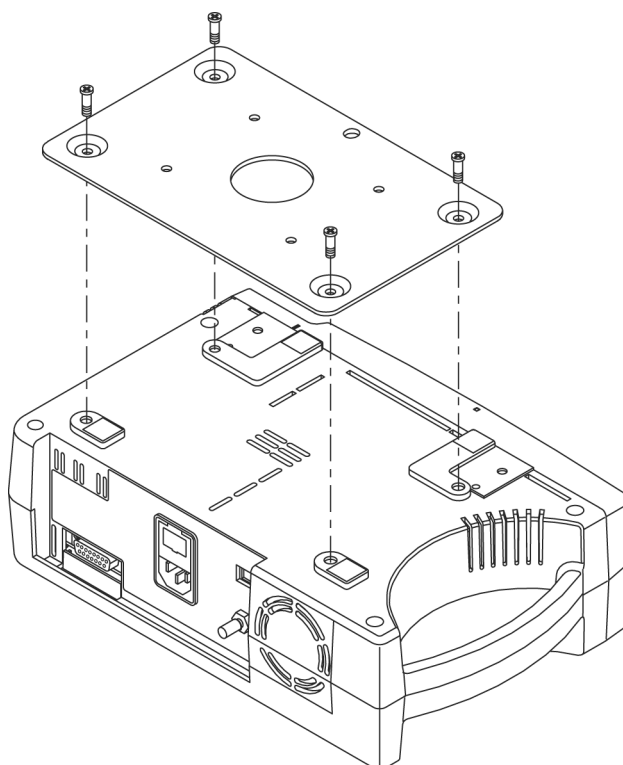

Figura 7: Placa de instalación de GCX
- Placa de montaje GCX. Consulte Figura 7 en página 132.
La placa de montaje se ajusta a la parte inferior del N-600x, tal como se muestra en la Figura 7. Para obtener instrucciones adicionales para conectar la placa de montaje a los soportes GCX, consulte las instrucciones uso ilustradas que incluye la placa de instalación GCX.